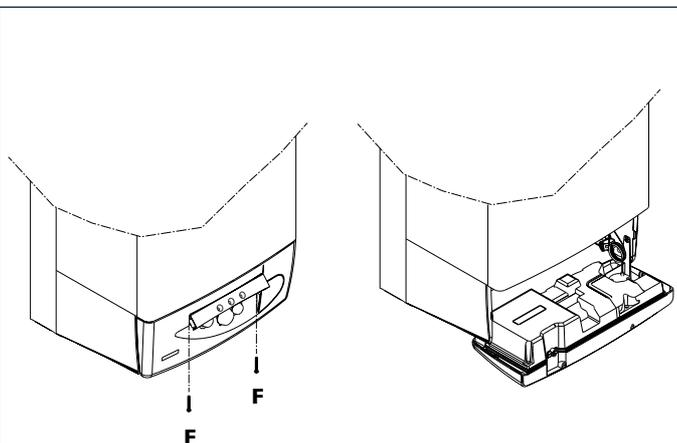

fig. 3
- quitar los tornillos (**F**) de fijación del panel de mandos a la tapa (fig. 3);